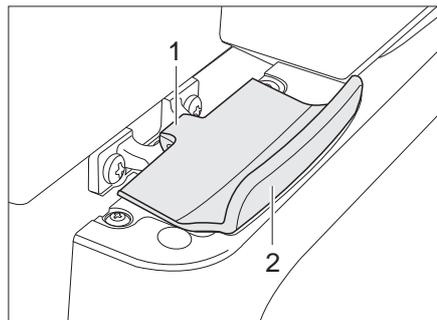

Bild 147 Verriegelung der Kühltür, geschlossen (Thetford)
- Kühlschranktür am Griff (Bild 147,2) öffnen. Die Verriegelung (Bild 147,1) wird automatisch gelöst.